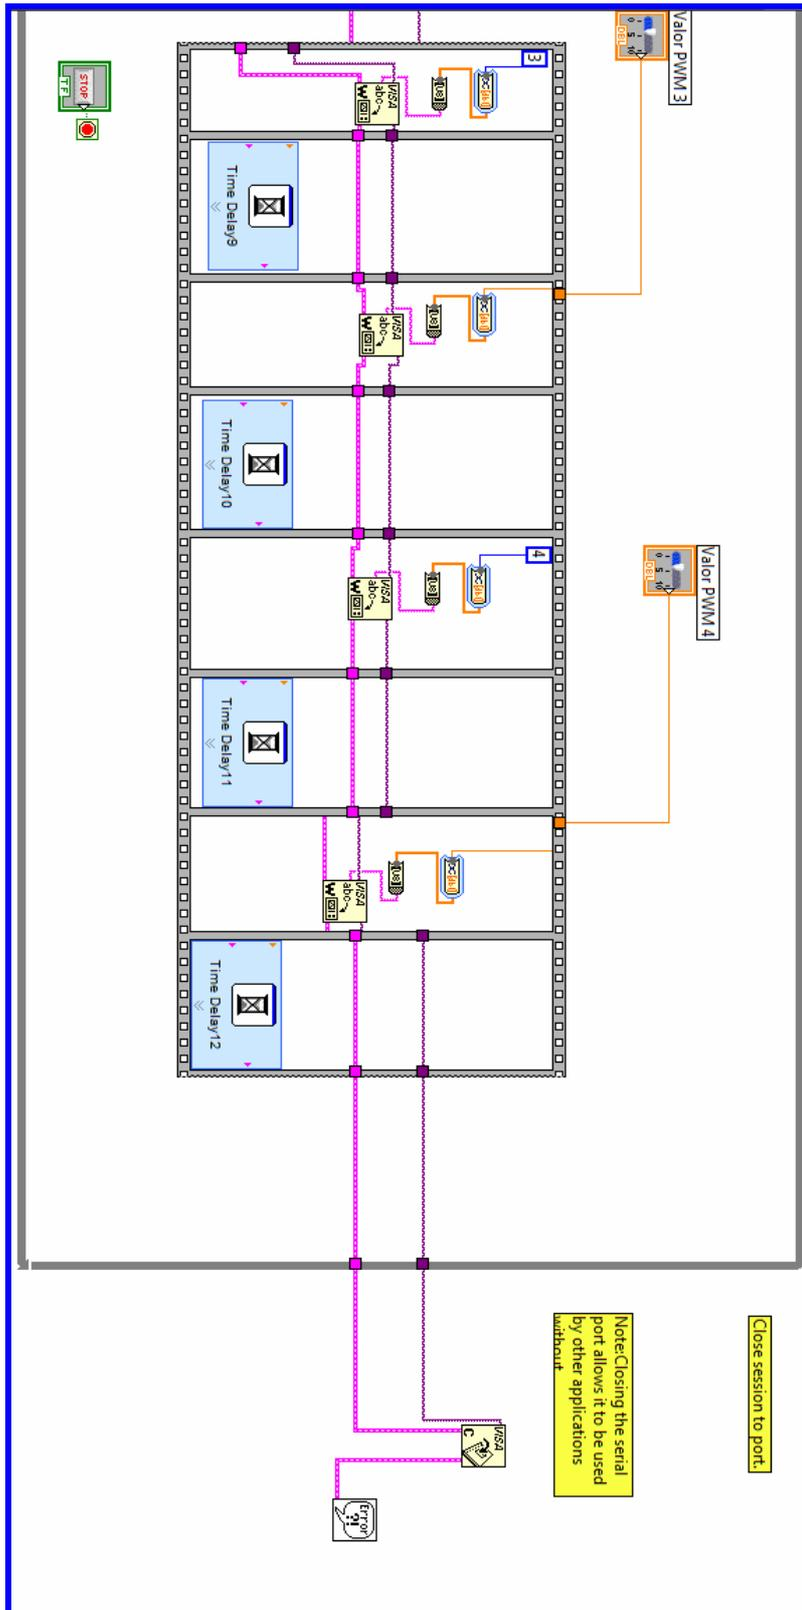

Figura 4.134 Diagrama a bloques de las funciones utilizadas.
12.- Realizar las conexiones de las herramientas en el Diagrama a Bloques. En la siguiente Figura 4.134 podemos observar las conexiones hechas en el diagrama a bloques en LabView para realizar la comunicación con el microcontrolador y manipular los PWM.